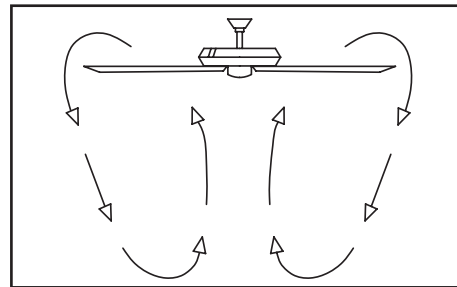

Figure 25
**Par temps frais** - (marche arrière) Un débit d'air ascendant fait descendre l'air chaud du plafond, comme illustré dans la Figure 25. Ce qui permet d'utiliser un réglage de chauffage plus bas sans nuire à votre confort.